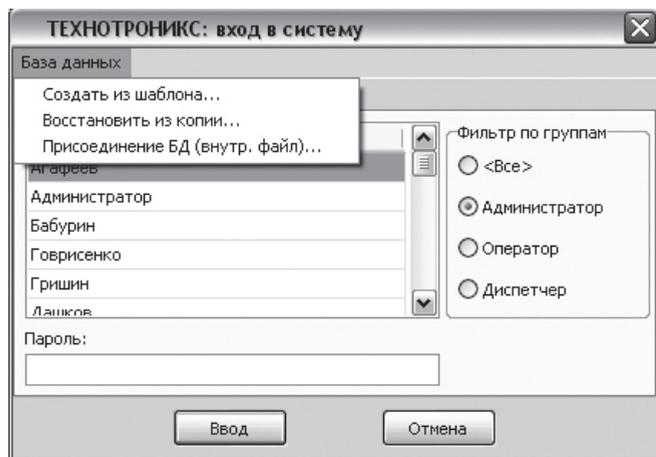
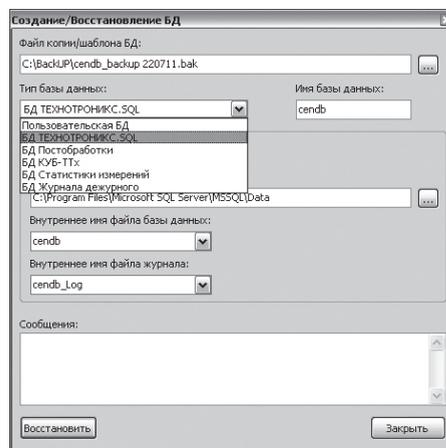

Рис.3. Пункт меню «База данных»
Рис. 4. Выбор базы данных для восстановления
**Режим восстановления БД из резервной копии.** При переносе резервной копии БД на другой, например, более мощный сервер, или при переустановке SQL-сервера, база данных просто копируется на новый компьютер. Однако необходимой задачей является также установка или, если хотите, восстановление БД на новом SQL-сервере. И опять же при запуске программы «Настройка» или «Опрос» выдается рекомендация обратиться в пункт «Восстановить из копии...» меню «База данных» (рис.3). В появившемся окне выбираем нужную нам Базу, нажимаем кнопку «Восстановить» (рис.4) и продолжаем работу с программой!